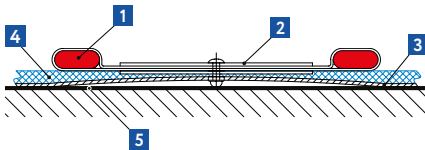

Рис. 12. Крепление нагревательной секции к резиновой основе Поликров АР-130:
- Разложить секцию, начиная от соединительной муфты и закрепляя ее на зажимах (рис. 12).